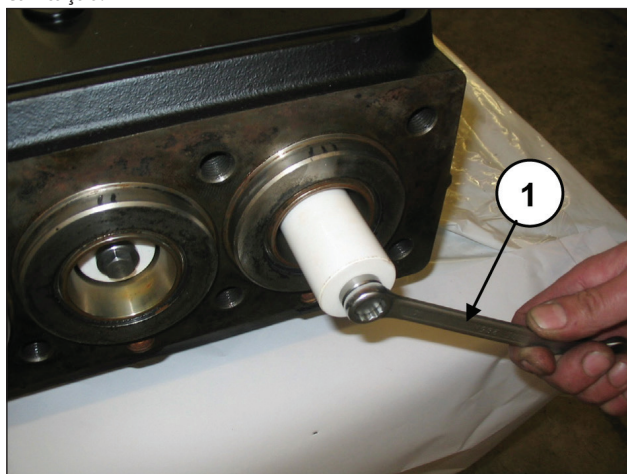

Fig. 156
Providencie a desmontagem dos pistões, soltando os parafusos de fixação (pos. ①, Fig. 156).